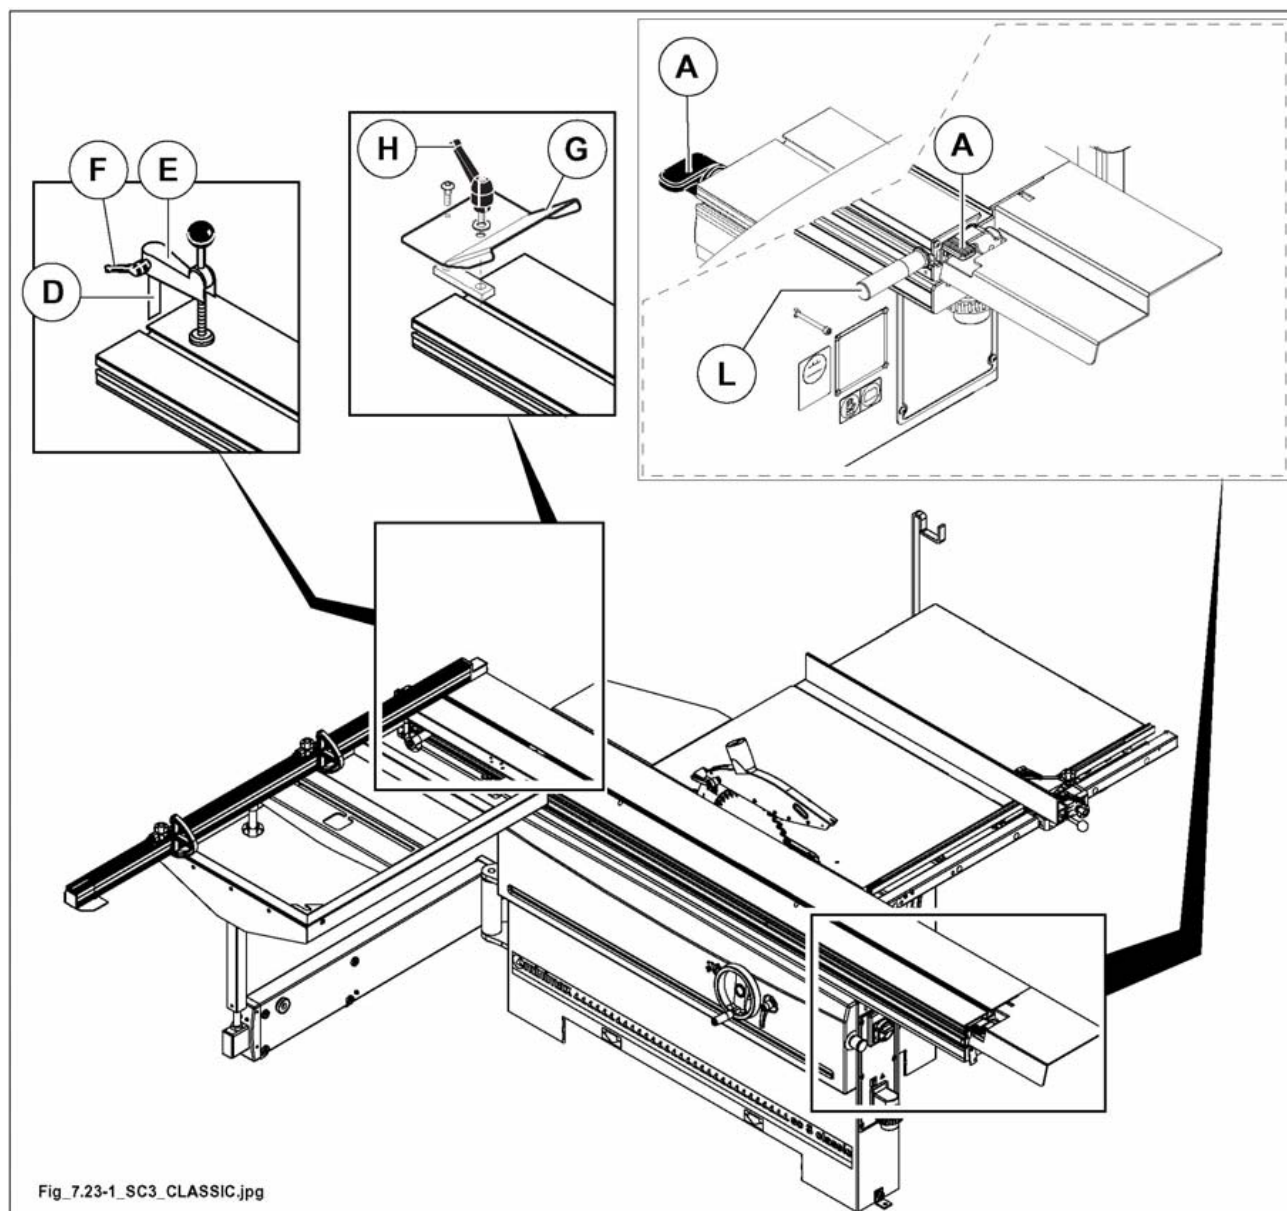

Abb. 7.23-1
Hebel (A Abb. 7.23-1) dient zum Blockieren / Lösen des Schiebetisches:
- der Hebel (A Abb. 7.23-1) dient zum Blockieren des Waggons in der Ruheposition (Waggon geschlossen) und in der Ladeposition des zu bearbeitenden Teils (Waggon am rechte Endanschlag).
- stelleiste des Bolzens (D Abb. 7.23-1) in die Nute des Schiebetisches einsetzen, Arm (E Abb. 7.23-1) an den Bolzen einbauen, Griff (F Abb. 7.23-1) festklemmen.
- Besäum-Klemmschuh (G Abb. 7.23-1) anbringen durch Einsetzen der Stelleiste in die Nute des Schiebetisches, Griff (H Abb. 7.23-1) festklemmen.
- Griff (L Abb. 7.23-1), der im Zubehöropaket mitgeliefert wird, an den Schiebetisch in der gewünschten Position anbringen, dann Griff einschrauben.
Die Übereinstimmung der Vorrichtung (G Abb. 7.23-1) ermöglicht Präzisions-Anschläge auch mit Stücken, die keine einheitliche Anschlagoberfläche haben, auszuführen.
zur Verstellung des Schiebetisches IMMER (L abb. 7.23-1).
schiebetisch durch die Griffe (L fig. 7.23-1) bewegen um das mögliche Quetschen der Hände mit den Festteilen der Maschine zu vermeiden.